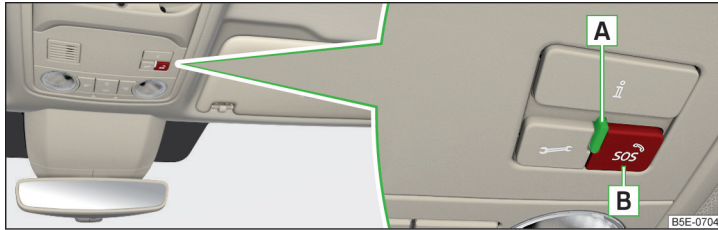

Abb. 10 Notruftaste
- › Die Taste **B** » Abb. 10 gedrückt halten.
Der **Systemzustand** wird nach dem Einschalten der Zündung durch Aufleuchten der Kontrollleuchte **A** » Abb. 10 angezeigt.